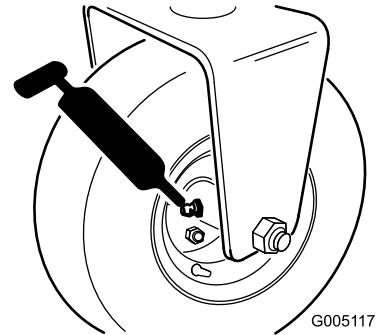

图 29
- 后滚筒毂组件或如果配备了 3 轮驱动套件后轮滚筒门锁和外部滚珠轴承 1 个图 29